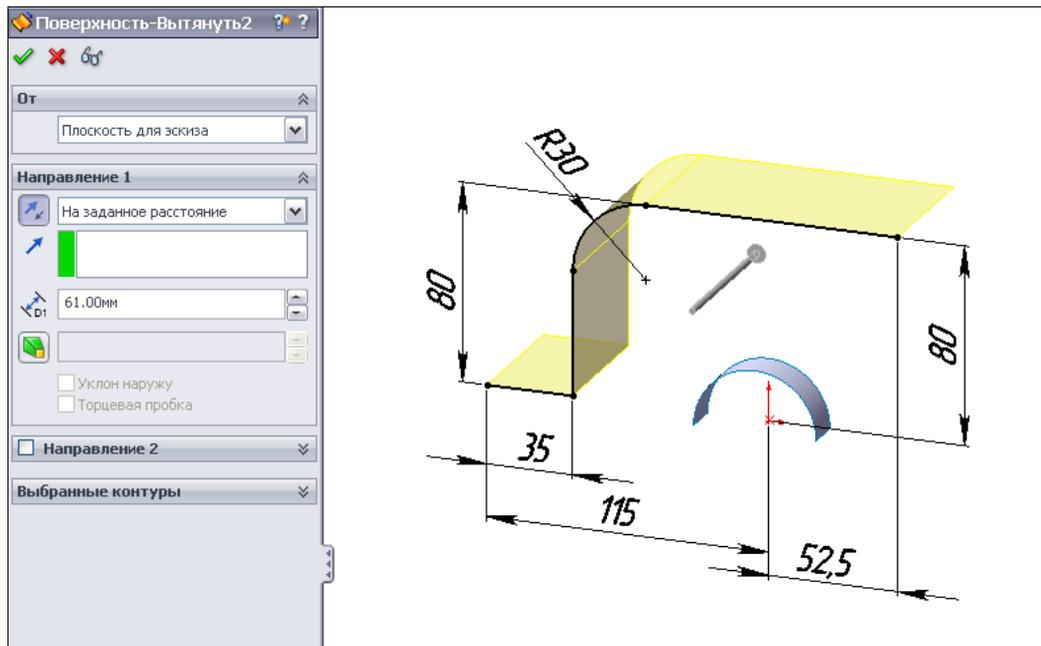

Рис. 2.96
5. Вытянем этот эскиз на 61 мм. Активизируем кнопку  — **Вытянутая поверхность**, на панели инструментов **Поверхность** и в окне **Поверхность-Вытянуть** укажем параметры вытягивания (рис. 2.96).